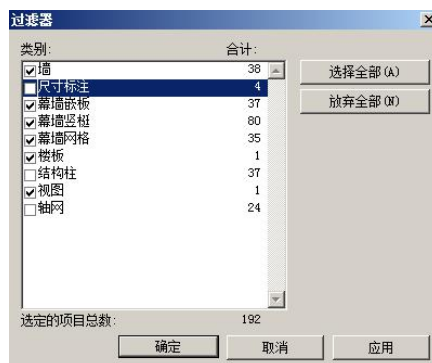

图 5-25 过滤器的使用
• 选择所有图元，选择上下文选项卡“选择”面板中的“过滤器”工具，勾选除“尺寸标注”、“结构柱”、“轴网”外的其他图元（图 5-25），点击“确定”后进行删除。